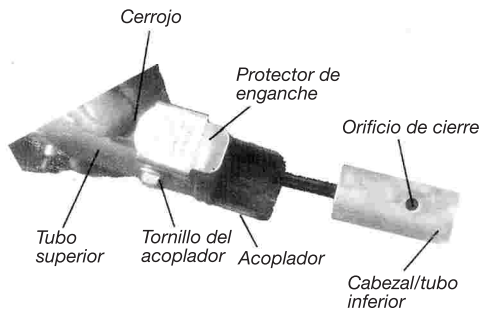

Imagen 12
3. Baje el enganche e inserte el cabezal/tubo inferior en el acoplador hasta el tope. Suelte el enganche. Haga mover el tubo superior de un lado a otro hasta que esté seguro que ha encajado bien en el cierre del acoplador. Ver Imagen 12.